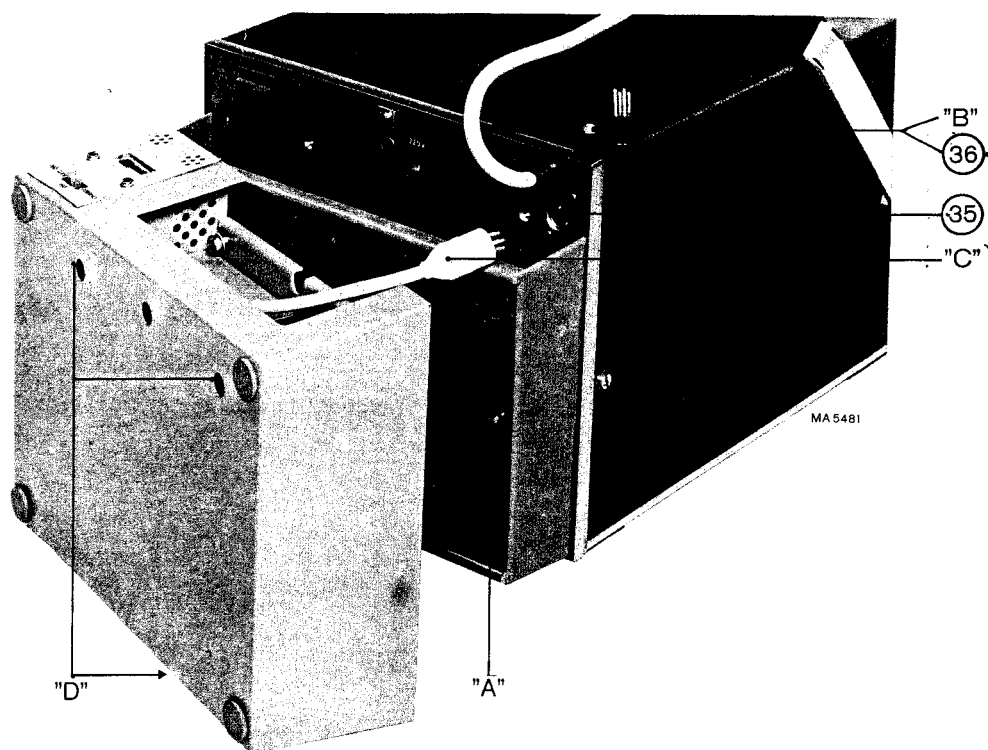

Bild 13. Aufstellung des Batteriespeiseteils + Anordnung der Einzelteile auf der Rückseite
2. Installation (Bild 13)
- Verbindungsstecker BU6 entfernen (Pos. 36, Abb. 13) und Stecker BU8 des Adapters in Buchse BU5 stecken (Pos. 35, Abb. 13)